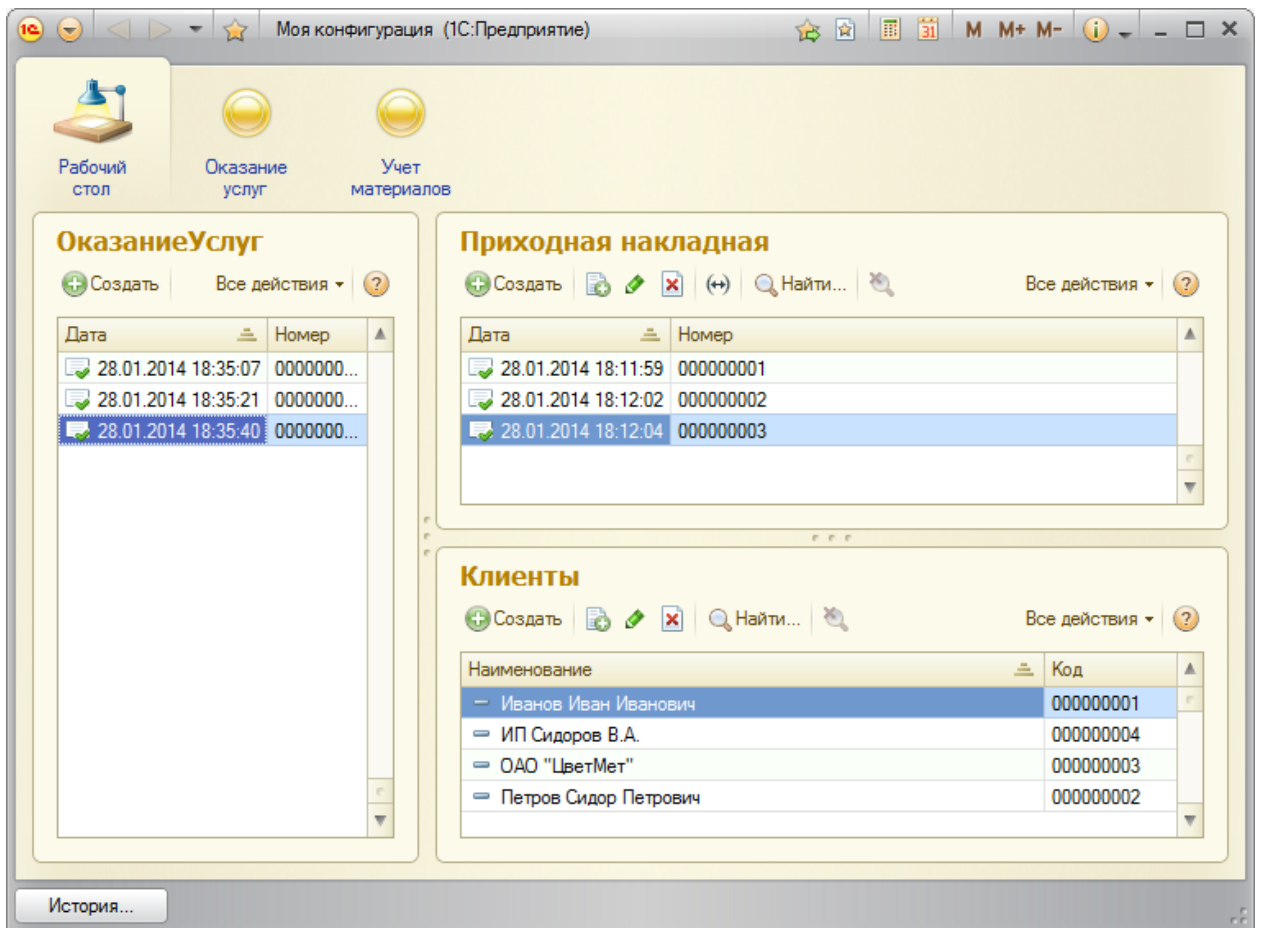

Рисунок 124 Рабочий стол для роли Мастер
49. Пример внешнего вида рабочего стола для роли Мастер представлен на рис. 124.